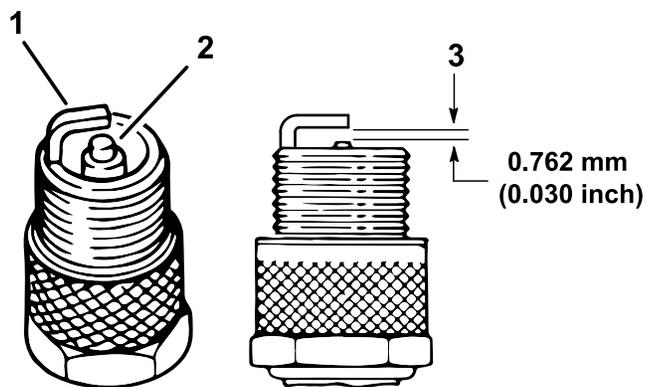

Рисунок 34
4. Проверьте состояние бокового электрода, выровняйте по центру электрод и выровняйте по центру изолятор электрода, чтобы избежать повреждений (Рисунок 34).
5. Установите зазор между центральным и боковым электродами на 0,76 мм, как показано на Рисунок 34.